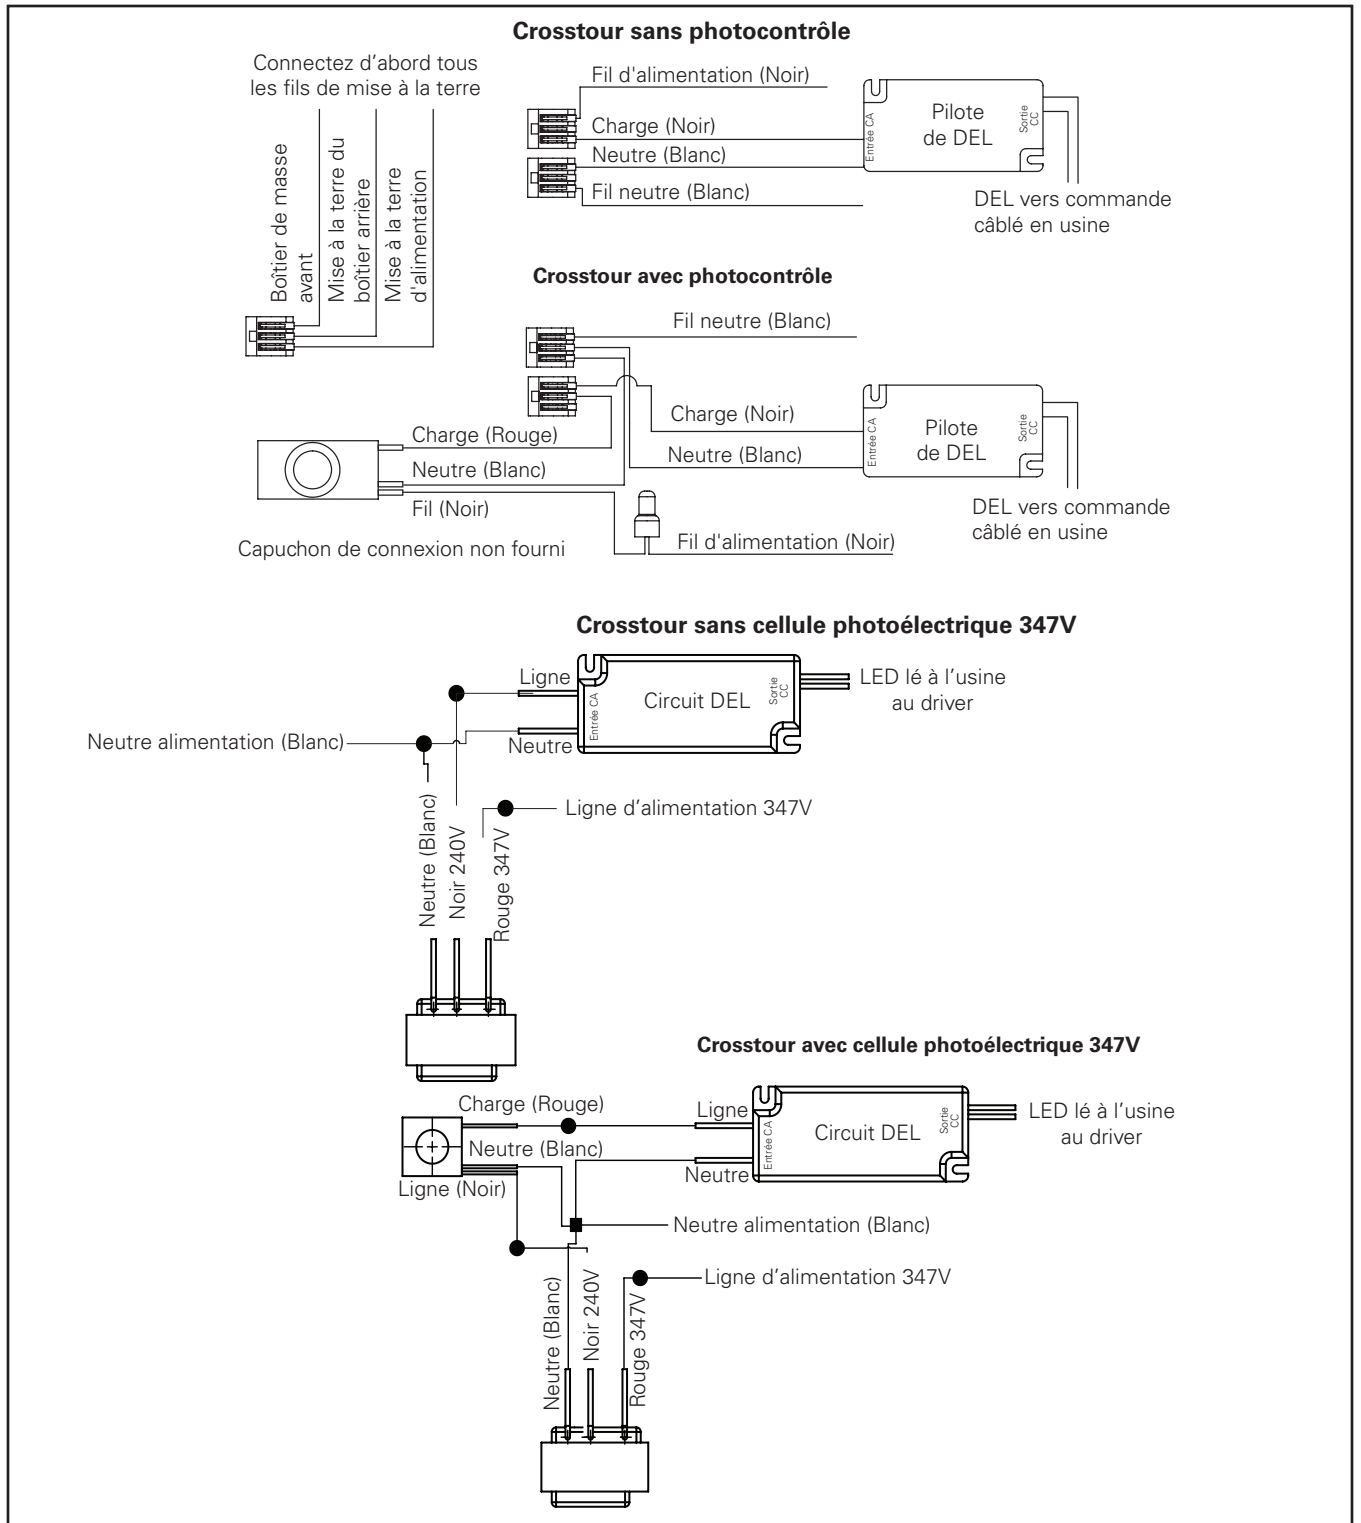

Figure 3.
- Fixez la porte dans les charnières de blocage situées sur le dessus du boîtier arrière (pour un éclairage vers le bas) (Figure 2). Utilisez les connecteurs de verrouillage à levier pour faire les branchements électriques (Figure 3). Tous les branchements électriques doivent rester à l'intérieur du boîtier arrière. Fixez bien tous les fils au faisceau (Figure 4) avant de fermer et de fixer le couvercle. Serrez les vis du couvercle pour sceller le dispositif. (1,1 à 1,7 Nm [10 à 15 po-lb]).
**Remarque:** Pour les applications en conduit, retirez seulement les bouchons de conduit de 1,3 cm (0,5 po) de filetage NPT avant d'installer le boîtier arrière sur la surface. Appliquez du joint ou du ruban à joint sur le raccord du conduit étanche (non fourni) entrant dans le boîtier arrière, afin de créer une bonne étanchéité. Faites les branchements électriques. (Figure 3. et Figure 4.)